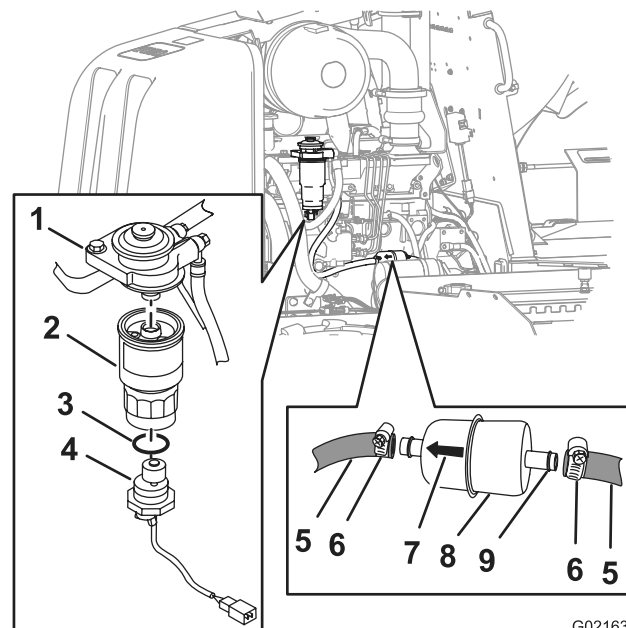

Figura 56
- C. Sujete firmemente el elemento secundario del filtro de combustible, gire el sensor de agua en el sentido contrario al de las agujas del reloj y retire el sensor de agua (Figura 56).
- D. Sujete firmemente el elemento secundario del filtro de combustible, gírelo en el sentido contrario al de las agujas del reloj y sáquelo del adaptador de filtro (Figura 56).
- B. Alinee el elemento del filtro secundario con el adaptador de filtro (Figura 56).
- D. Deslice la junta tórica nueva sobre el sensor de agua (Figura 56).
- E. Alinee el sensor de agua con el fondo del filtro de combustible secundario (Figura 56).
de las agujas del reloj hasta que quede bien apretado (Figura 56).
3. Afloje las abrazaderas de las mangueras y separe el filtro de combustible primario de las mangueras de combustible (Figura 56).
4. Alinee el filtro de combustible primario nuevo con las mangueras, con la flecha impresa en el filtro señalando hacia delante (Figura 56).
5. Deslice las mangueras sobre el accesorio de manguera del filtro de combustible primario y apriete las abrazaderas (Figura 56).